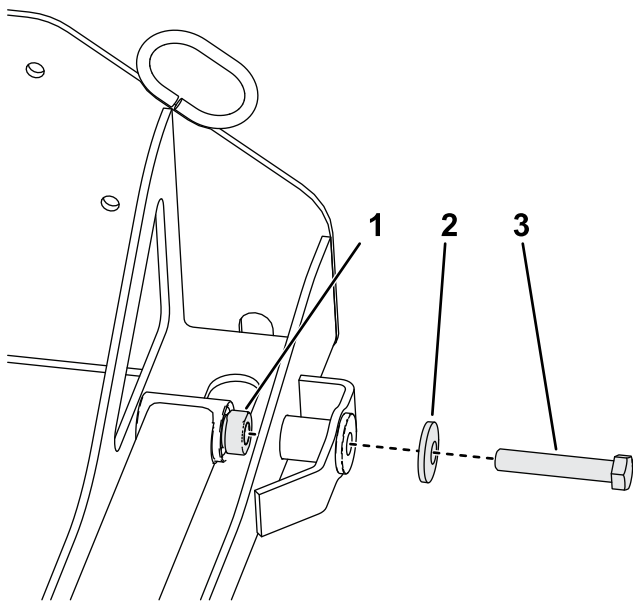

Figura 13
4. Fije la parte delantera de los brazos de elevación en el conjunto del soporte con los 2 pernos de cabeza hexagonal y las 2 arandelas curvadas que se retiraron del accesorio en 3 Preparación de la unidad de tracción \(página 8\), tal y como se muestra en la Figura 13.